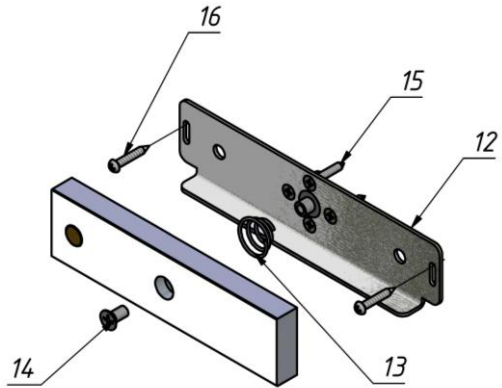
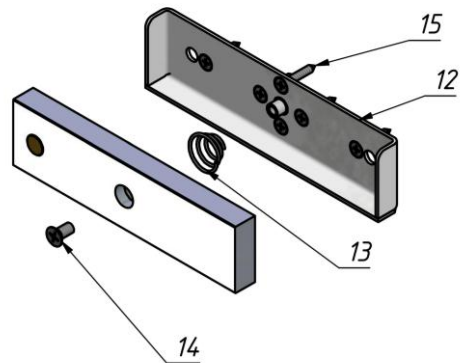
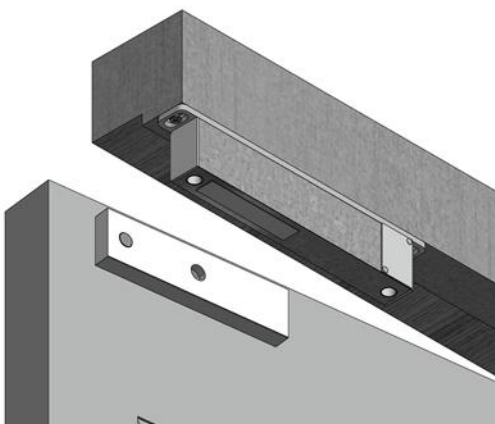

Рисунок 2 - Комплект крепления якоря 350P
Рисунок 3 - Комплект крепления якоря 400P
Рисунок 9
- комплект крепления якоря 350P (рисунок 2) или 400P (рисунок 3):
- пластина крепления якоря (12) - 1 шт.
- пружина коническая (13) - 1 шт.
- винт М6х12 или М6х15 (14) - 1 шт.
- саморезы 4,2x25 (15) - 4 (6) шт.
- саморезы 4x25 (16) - 2 шт.
- пластина 400FB-DP узкая для крепления корпуса замка на узкую дверную коробку (рисунок 9);
5.2 Корпусная часть замка размещается в верхней части дверной коробки в двух возможных положениях в зависимости от ширины дверной коробки (рисунки 7,8). Для узкой дверной коробки применяется **пластина 400FB-DP узкая**, поставляемая по отдельному заказу (рисунок 9).